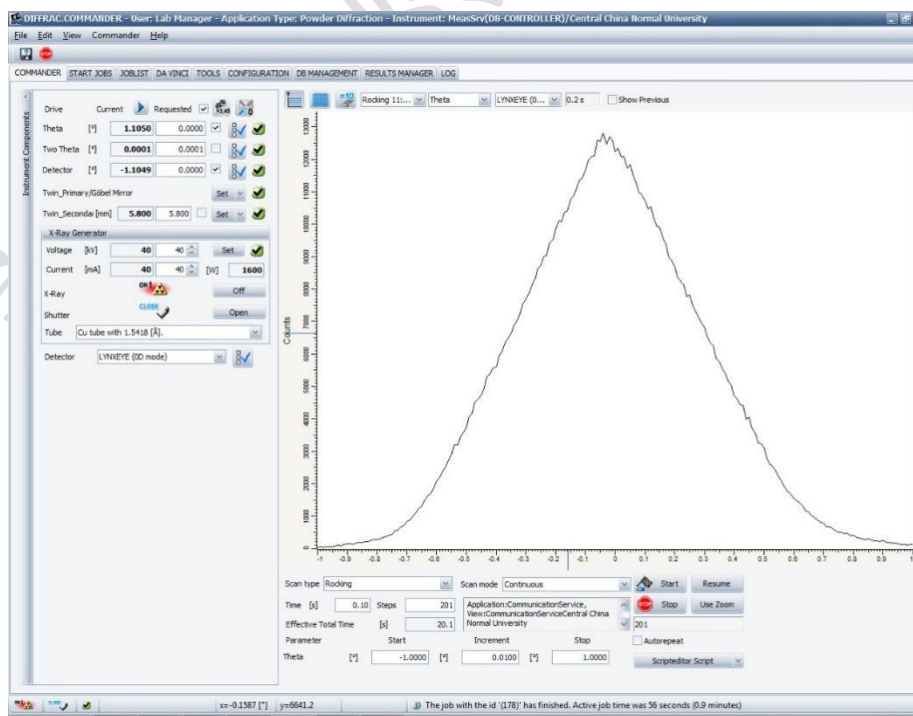

图 4-3
- (1) 首先将尤拉环降Z到最低的位置，在探测器端加0.2Cu片，目的：在使用直射光时对探测器起到保护作用。
- (2) 将尤拉环phi设为90°，其他马达设定为0，选择探测器0 mode，点击0 mode旁边的按钮，设置为1毫米，不要太大。前置twin optics设为GM，入射端固定狭缝位置放0.6mm狭缝，后置twin optics设为5mm，选择two theta scan模式扫描，测试范围设定在(-0.5°, 0.01, 0.5°)，得到的谱峰双击最强峰的位置，（软件会将峰位复制到detector输入位置）。
- (3) 打开Ratemeter，将尤拉环Z轴手动向上调，同时观察直射光强度，当强度变为一半时，停止，记录最高的强度，关闭Ratemeter。（图 4-3）。